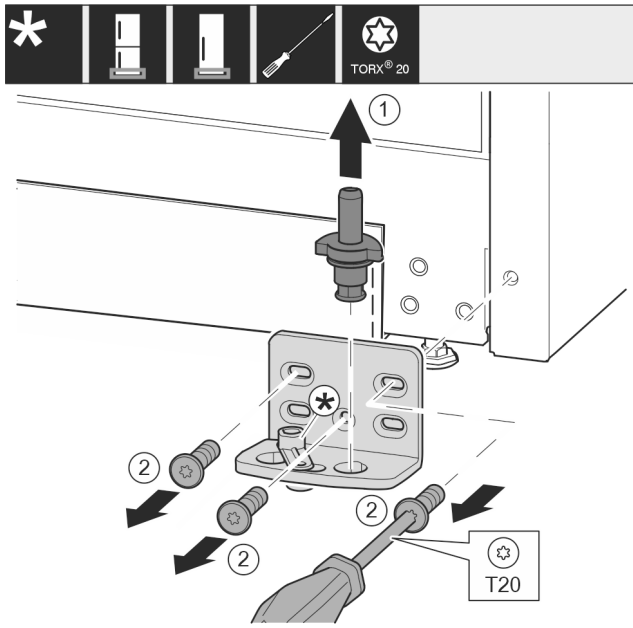

Fig. 12
- Dra ut lagerbulten Fig. 12 (1) helt uppåt.
- Skruva ur skruvarna Fig. 12 (2) med skruvmejsel och ta bort lagerbocken.